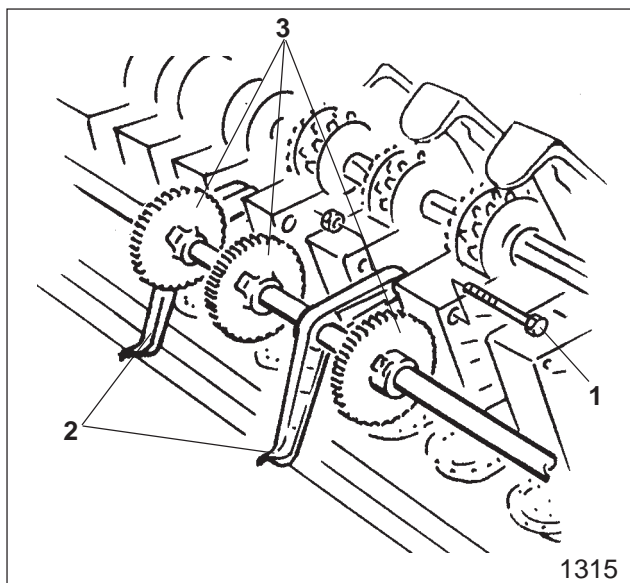

Fig. 18.27
- Die mit einer Skt.-Schraube (Fig. 18.27/1) an den alten Fahrgassensägegehäusen befestigten Schwenklager (Fig. 18.27/2) abschrauben.
- Antriebsritzel (Fig. 18.27/3) lösen und auf der Vorgelegewelle entsprechend verschieben.
- Schwenklager (Fig. 18.27/2) an den neuen Fahrgassensägegehäusen befestigen.